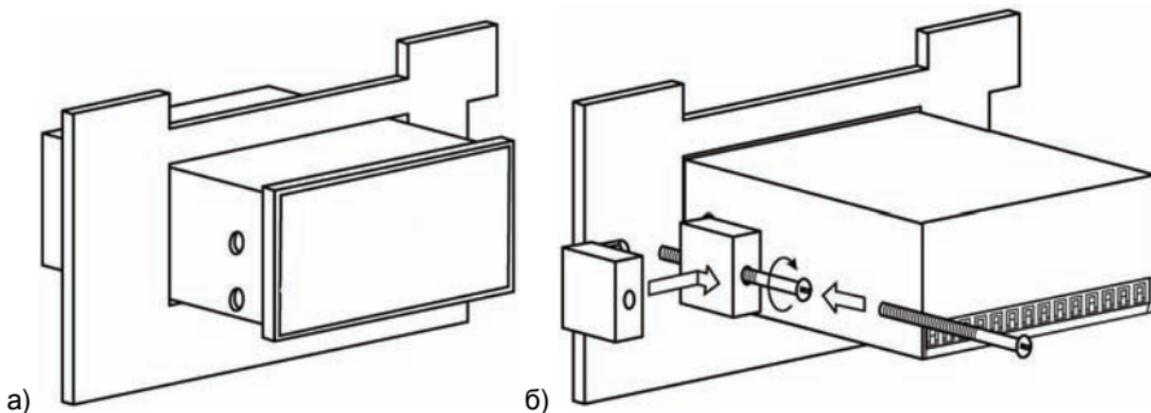

Рисунок 27 – Монтаж прибора настенного исполнения
- 3) Вставить прибор в специально подготовленное отверстие на лицевой панели щита (см. Приложение А и рисунок 27, а).
- 4) Вставить фиксаторы из комплекта поставки в отверстия на боковых стенках прибора (рисунок 27, б).